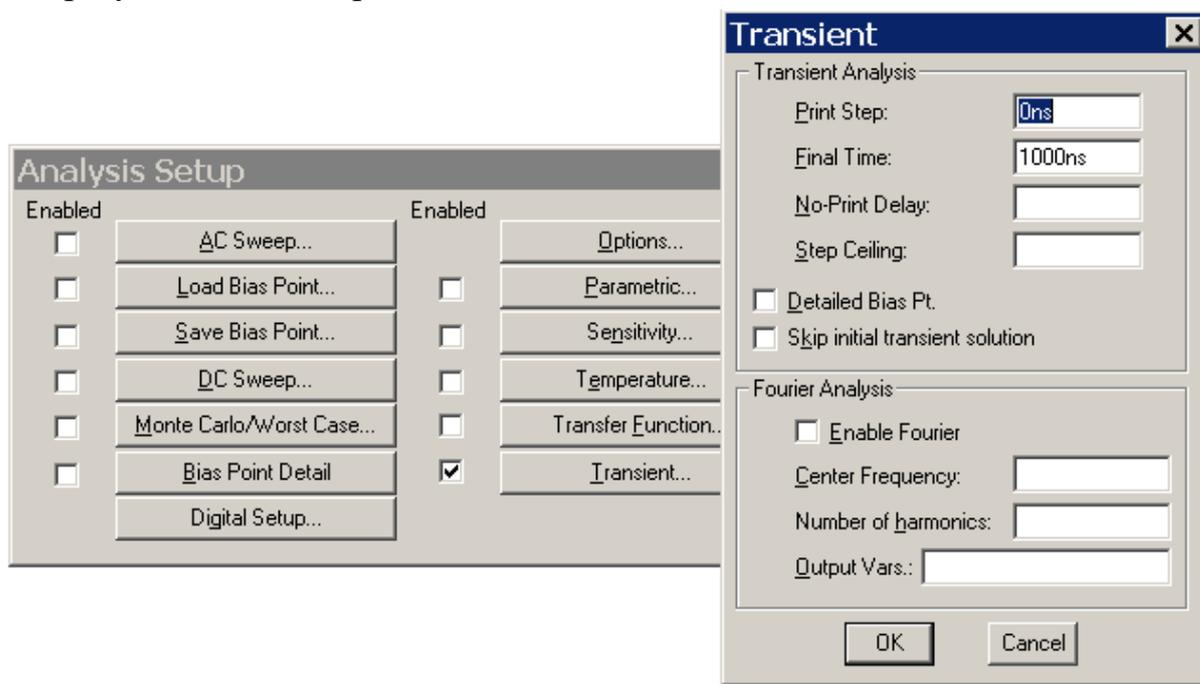

Рисунок 3.1 – Настройка анализа переходных процессов
Начинается анализ всегда в момент времени $t = 0$. В окне **Transient** (рис. 3.1) указывается время окончания анализа **Final Time** (Конечное время). Результаты вычислений выводятся в виде таблиц, в выходной файл с расширением **.out**, или с возможностью представления в виде графиков, в выходной файл с расширением **.dat**, с интервалом времени, задаваемым
3.4.2 Через меню **Analysis > Setup** открыть окно настройки моделирования и выбрать тип анализа **Transient**. Первоначальные параметры анализа в окне **Transient** задать, как показано на **рис. 3.1**.